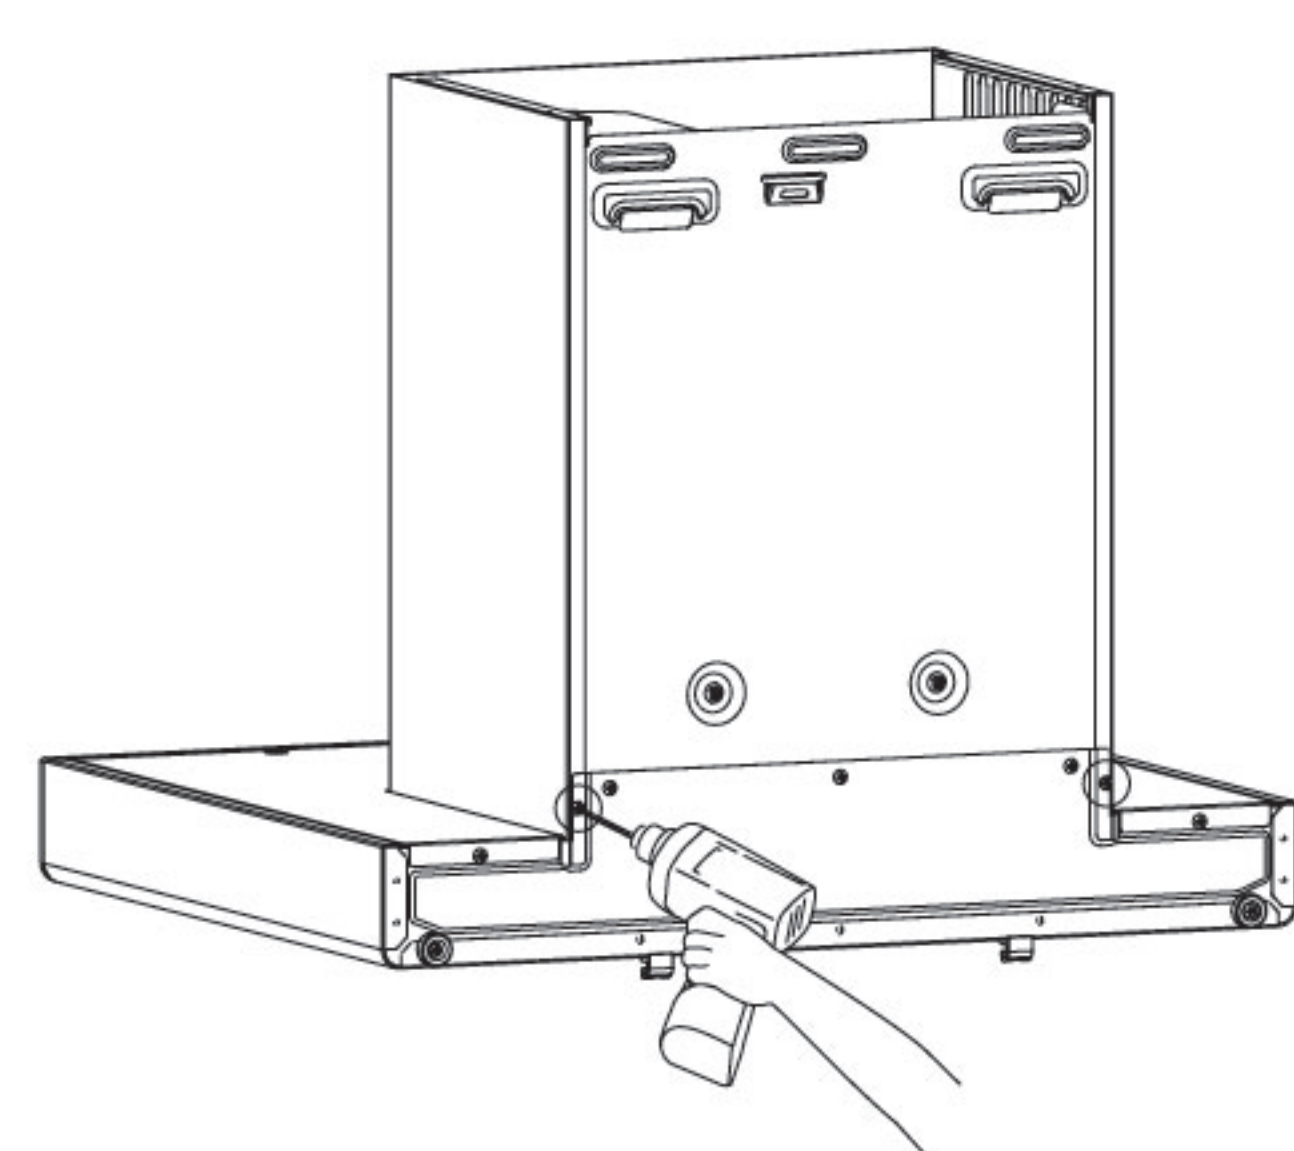

Fig.6
2. 取下風機外罩、裝飾罩（僅適用於EMG9008-C）：用螺絲刀取下主機背后固定風機外罩的2顆螺釘（見Fig.6），然後雙手抓住風機外罩和裝飾罩向上將其取出（見Fig.7）；